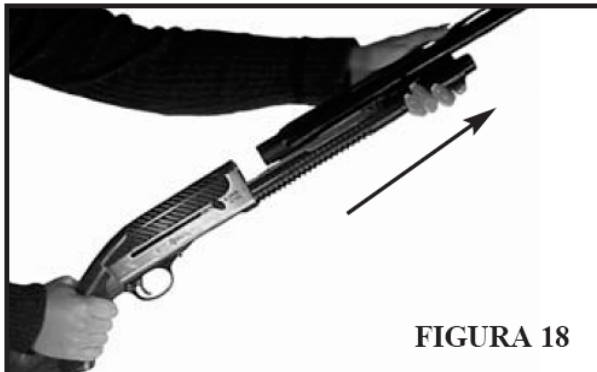

FIGURA 18
8. Sostenga el cañón delante del cilindro de gas y tire del cañón fuera del cajón de mecanismos. Vea la figura 18.